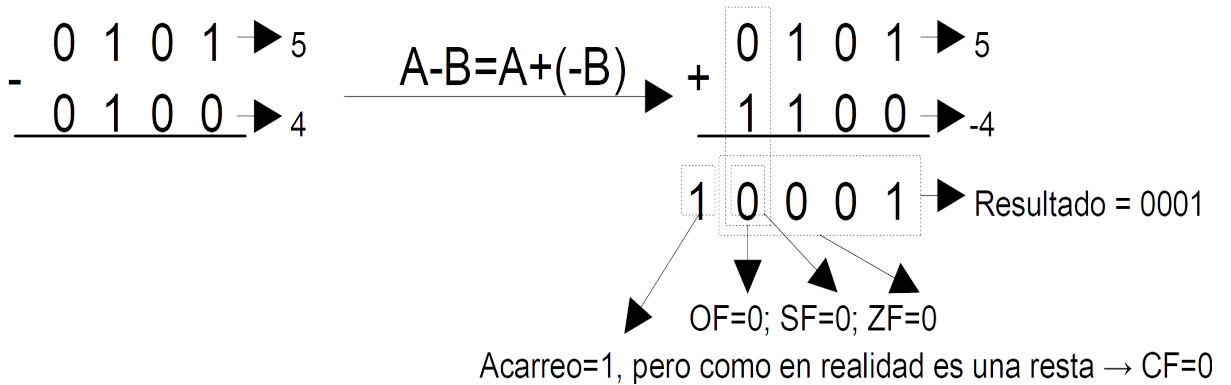

Figura 4. Resta de 5 - 4.
- Analiza cómo se haría la resta de los operandos A=5 y B=4 en papel, tal y como se muestra en la figura 4.